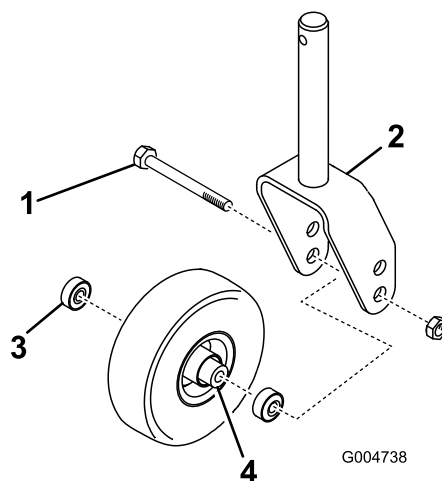

図 26
1. キャスタホイールアセンブリをキャストフォークの間に保持しているボルトのロックナット(図 26)を外す。キャストホイールをつかんでおいて、ボルトをフォークまたはピボットアームから抜き取る。
2. ホイールのハブからベアリングを外して、ベアリングスペーサを床に落とす 図 26。ホイールハブの反対側にあるベアリングを取る。